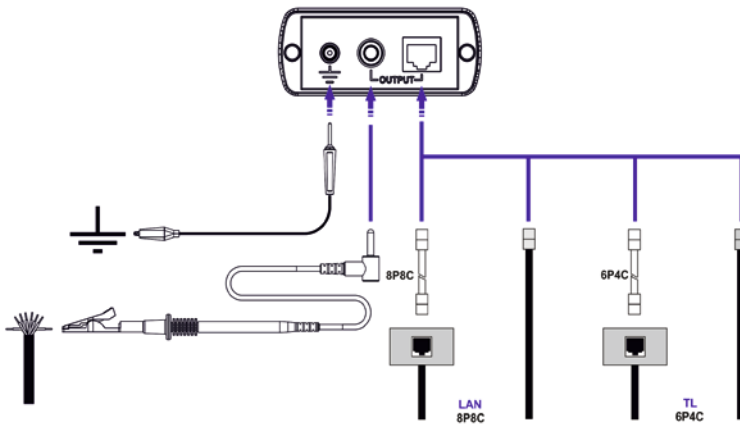

Рис.6
Варианты подключения генератора к различным типам линий представлены на рис.6.
1. Подключить генератора к линии, в соответствие с рис.6.